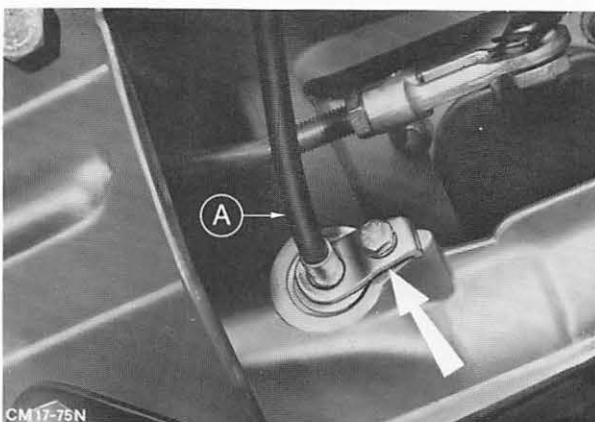

Abb. 123 Befestigung – Tachowelle
4. Welle mit Ritzel in das Getriebegehäuse einsetzen und Halter anbauen. Abb. 123.